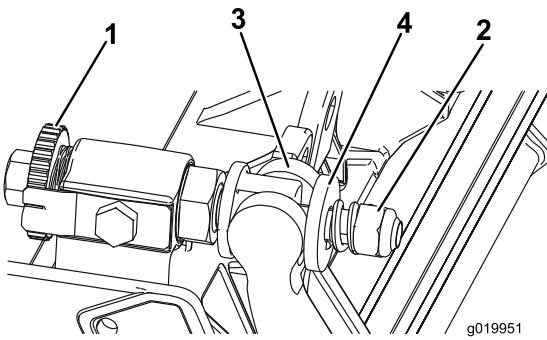

Figure 25
1. Tournez les vis de réglage de la barre d'appui dans le sens antihoraire pour éloigner la contre-lame du cylindre (Figure 25).
2. Faites sortir l'écrou de tension du ressort jusqu'à ce que la rondelle ne soit plus tendue contre la barre d'appui (Figure 25).